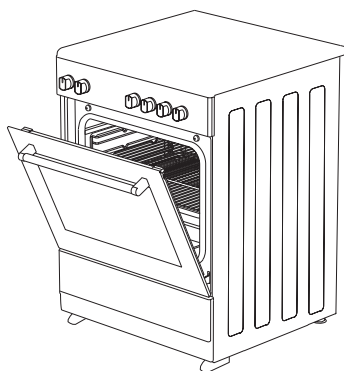

Рис. 26
3. Поместите защитную панель под панелью управления, открыв переднюю стеклянную крышку духовки. (рисунок 26)